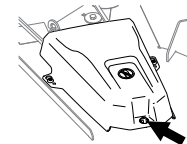

Bild 6
4. Ziehen Sie die Seite der Abdeckung mit der Tülle hoch und ziehen Sie die Abdeckung ab. (Bild 6).